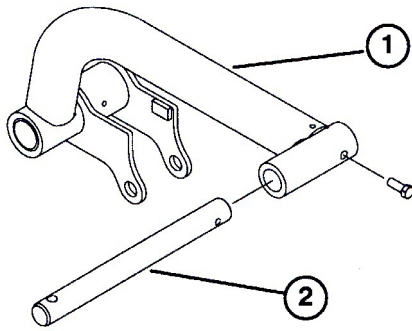

図 9
2. 左右の昇降アームにそれぞれピボット・ロッドを差し込み、取り付け穴を整列させる (図9)。